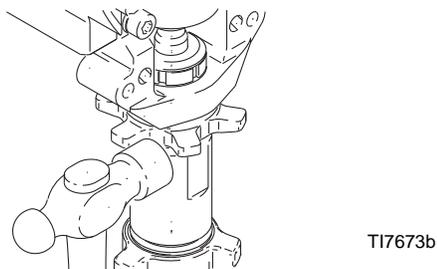

FIG. 17
6. FIG. 17. Afloje la contratuerca golpeándola firmemente con un martillo de 567 g (máximo). Desenrosque la bomba.